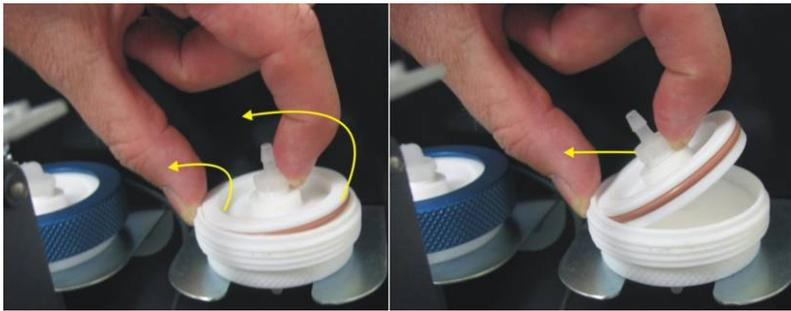

Figure 52 – Retrait du piston
4. Sortir le piston du filtre du boîtier, poser un doigt sur le connecteur du tube et le tirer vers le côté (voir Figure 52).